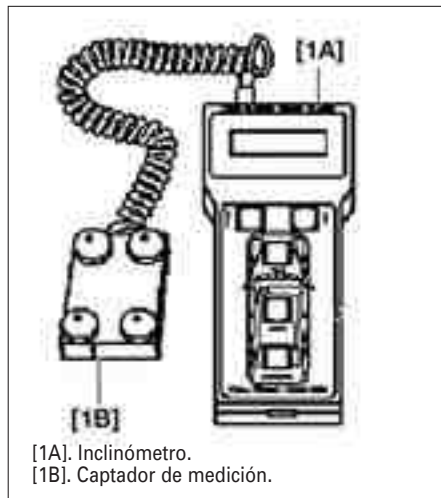

FIG. 1
- comprobar el nivel del vehículo sobre el eje del. y sobre el eje tras. con el inclinómetro (fig. 1).